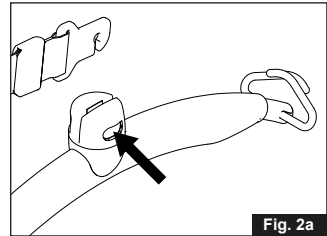

Fig. 2a
1. Tenez le cintre de levage dans la main droite et appuyez sur le bouton jaune avec le pouce comme indiqué (Fig 2a - 2b).